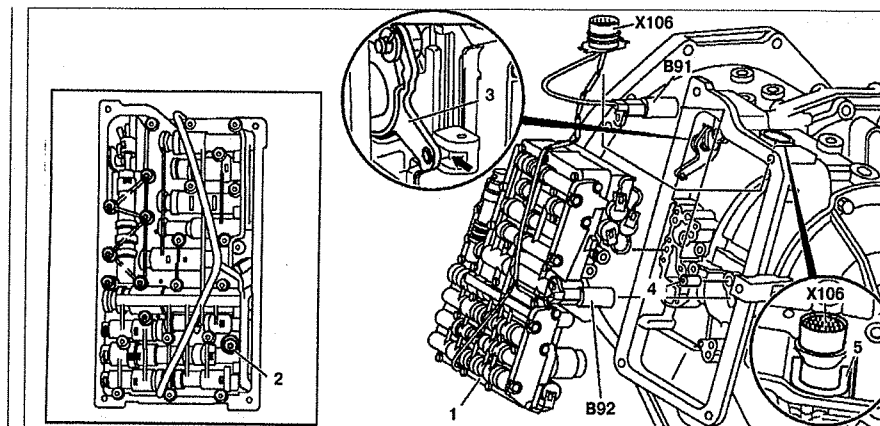

Рис. 6.59. Электрогидравлический блок управления (автомобили с двигателями 111, 601 и 611.980):
4. Отсоедините разъем X106 (см.рис.6.59).